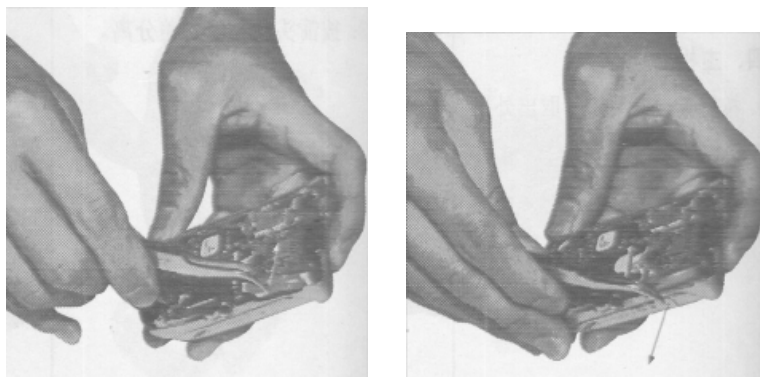

图 3-5-34 取出三星 SGH800 的外接耳机插孔塞和音量调节按钮
- (1) 按箭头方向用镊子取出外接耳机插孔塞, 如图 3-5-34 所示。